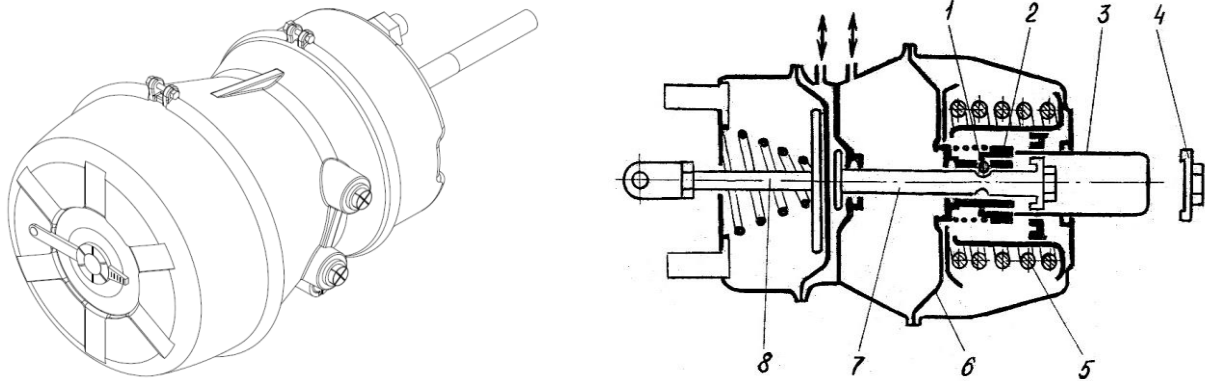

Рис. 2.16 – Тормозная камера с энергоаккумулятором
Тормозная камера с пружинным энергоаккумулятором (18) (рис. 2.16) предназначена для приведения в действие тормозных механизмов второй и третьей осей (для типа 928010 модификация 928010-07) или второй, третьей и четвертой осей (для типа 928111 модификация 928111-07) при включении рабочего и стояночного тормозов. Состоит из двух основных частей - силовой части (тормозной камеры) и пружинного энергоаккумулятора. Силовая часть работает независимо от пружинного энергоаккумулятора.